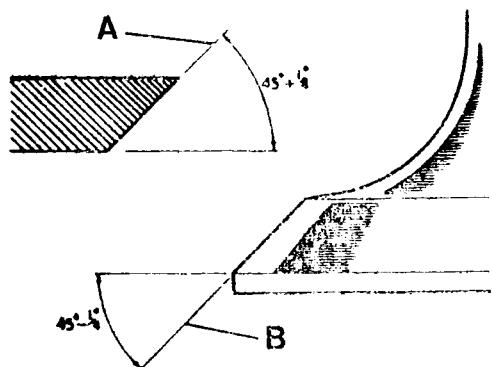

Fig. A3-53 Ángulo de asiento en válvulas y culata
2.6. Con el equipo apropiado, verificar los asientos de las válvulas en la culata, siendo la inclinación correcta $45^\circ + 1/4^\circ$ tanto para admisión como para escape A (Fig. A3-53).
- 2.7. La inclinación correcta de los asientos de las válvulas tanto para admisión como para escape, es de $45^\circ - 1/4^\circ$, B (Fig. A3-53).
- 2.8. Se llevará a cabo el rectificado de los asientos de las válvulas en la culata, con el equipo apropiado, teniendo en cuenta que dicho ángulo es el, A, citado en la Fig. A3-53.